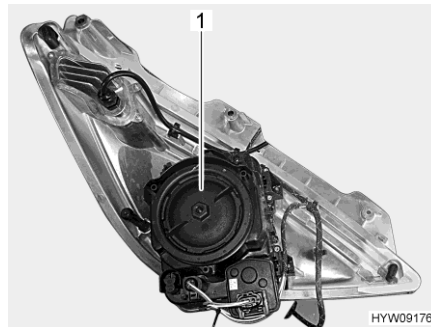

Bild 230 Frontscheinwerfer (Rückseite)
- Gehäusedeckel (Bild 230,1) entgegen dem Uhrzeigersinn drehen und abnehmen.
- Gehäusedeckel (Bild 230,1) aufsetzen und im Uhrzeigersinn festdrehen.